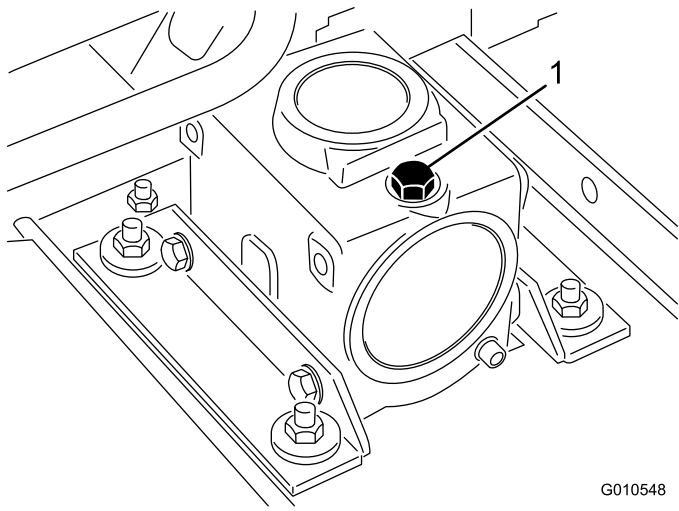

图 23
2. 请从齿轮箱顶部拆下量油尺/加油塞图 23 确保润滑油介于量油尺上的标记之间。如果润滑油油位较低请添加足够的润滑油直至油位介于标记之间。